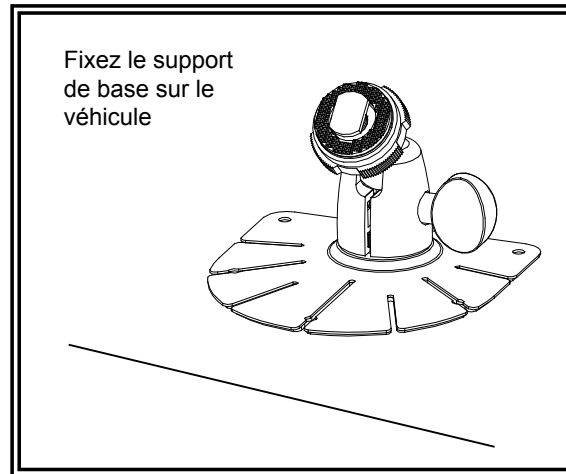

Figure 6
1. Choisissez l'emplacement adapté sur le véhicule et fixez le socle. (Figure 6)